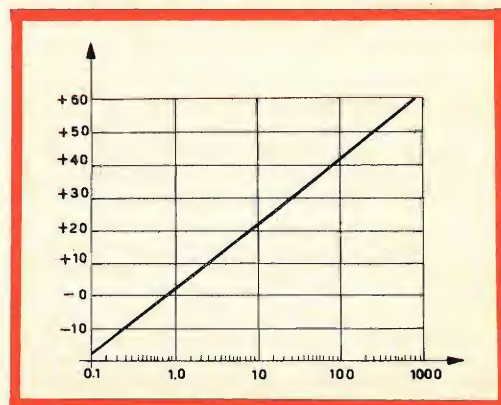

Fig. 17 - Grafico di conversione in dB di qualsiasi valore efficace di tensione c.a.
Allo scopo di evitare l'accavallamento delle scale impiegate di frequente in strumenti del genere, nel voltmetro a valvola mod. 232 (249) non è stata tracciata sul quadrante una scala dei dB. Un'altra ragione della volontaria omissione sta nel fatto che nella pratica sono in uso molti livelli di riferimento, tra loro diversi, ed ogni livello richiede una scala diversa. La fig. 17 riporta il grafico di un livello di riferimento comunemente accettato: 0,775 V nominali attraverso un carico resistivo di 600 Ω (1 mW). Con il grafico, qualsiasi valore efficace di tensione c.a. può essere convertito in dB. Però va ricordato che i valori in dB rilevati dal grafico sono corretti solo a condizione che le tensioni siano state misurate su un carico resistivo di 600 Ω .